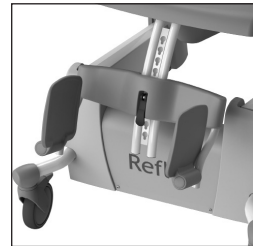

Abbildung 4. Fußstützen hochklappen.
- Bevor der Patient im Stuhl Platz nimmt, werden die Fußstützen nach oben geklappt. Dadurch entsteht genug Platz, damit die Person sich einfach setzen kann (Siehe *Abbildung 4*).